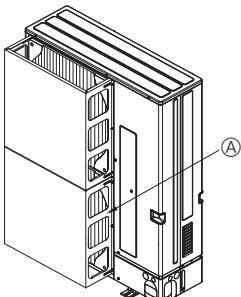

Fig. 2-4
- ② Установите дополнительный воздуховод, если прибор установлен в месте, где сильный ветер от тайфуна и т.д. может попадать непосредственно в вентиляционную решётку. (Fig. 2-4)